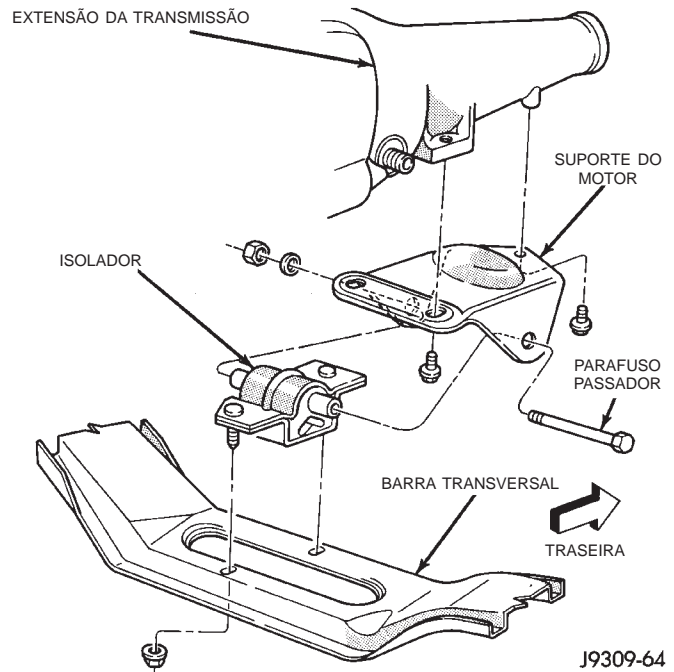

Fig. 20 Isolador Traseiro — Veículos 2WD (Tração em 2 Rodas)
- (1) Desconectar o cabo negativo da bateria.
- (2) Levantar o veículo sobre um içador.
- (3) Sustentar a transmissão com um macaco de transmissão.
- (4) Remover o suporte do motor e o parafuso passador do isolador (Fig. 20).
- (5) Remover a transmissão e o motor levemente.
- (6) Remover as porcas do prisioneiro que prendem o isolador à barra transversal (Fig. 20). Remover o isolador.
- (1) Se o suporte do motor foi removido, colocá-lo no suporte na extensão da transmissão (Fig. 20). Apertar os parafusos com um torque de 68 N·m (50 pés-lb.).
- (2) Instalar o isolador na barra transversal. Apertar os parafusos com um torque de 41 N·m (30 pés-lb.).
- (3) Abaixar a transmissão e o motor enquanto alinhá-lo ao suporte do motor no isolador.
- (4) Instalar o parafuso passador no suporte e no isolador. Apertar os parafusos com um torque de 68 N·m (50 pés-lb.).
- (5) Remover o macaco de transmissão.
- (6) Abaixar o veículo.
- (7) Conectar o cabo negativo à bateria.